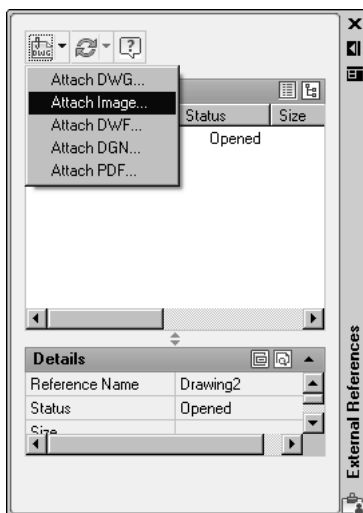

Рис. 14.17. Список, присоединяемых к новому рисунку файлов
4. В появившейся палитре разверните список присоединяемых файлов (рис. 14.17) и щелкните в нем на строке **Attach Image** (Присоединить изображение).